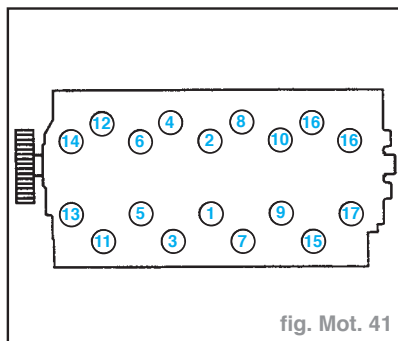

fig. Mot. 41
- Serrage de toutes les vis à **2 daN.m**, puis effectuer un angle suivant le tableau **N° 1** et dans l'ordre préconisé 1 à 18 (fig. Mot. 41).